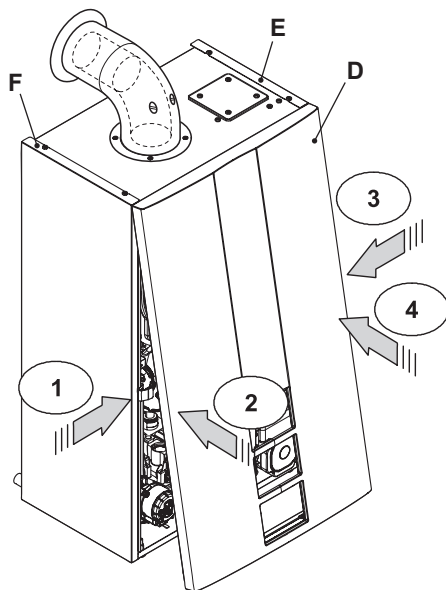

Figura 9.8
- Premere la molla verso l'interno e contemporaneamente spingere il pannello frontale **D** fino al suo completo aggancio (Figura 9.8) sequenza 1-2.
- Ripetere la stessa sequenza sul lato opposto del pannello frontale **D**, (Figura 9.8) sequenza 3-4.